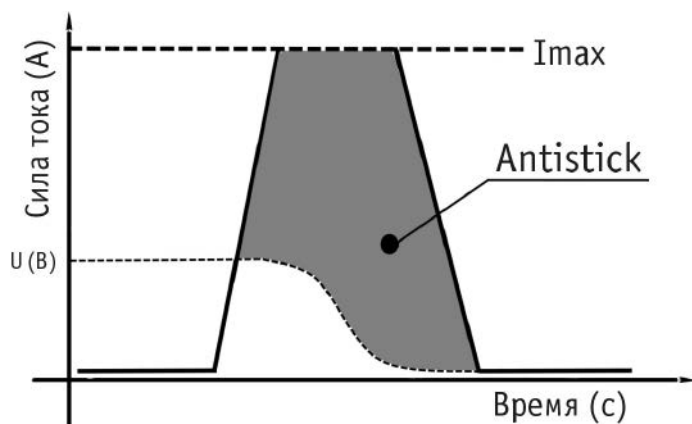

Рис. 7.3.2. Antistick.
**Antistick:** данная функция устраняет прилипание электрода к изделию. Аппарат автоматически снижает ток до минимального, чтобы не допустить перегрева электрода (См. рис. 7.3.2).